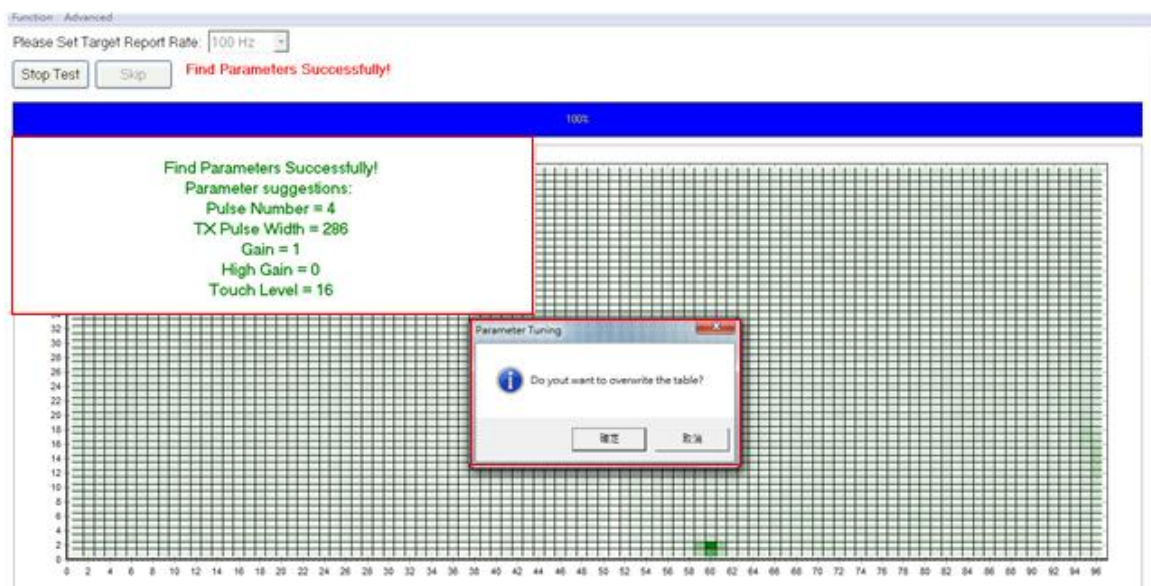

Figure 3-19: Touch tuning 完成視窗示意圖
- iv. 水平與垂直皆操作完成後，系統會顯示較佳的參數值於右上方，同時會彈跳出是否要直接覆寫進 IC 暫存，如下圖 Figure 3-19 所示，選擇「確定」即寫入 IC 暫存區內，但斷電後數值即消失。完畢後按下「Set」按鈕寫入 IC 參數表內，此時請勿關閉或操作此程式。